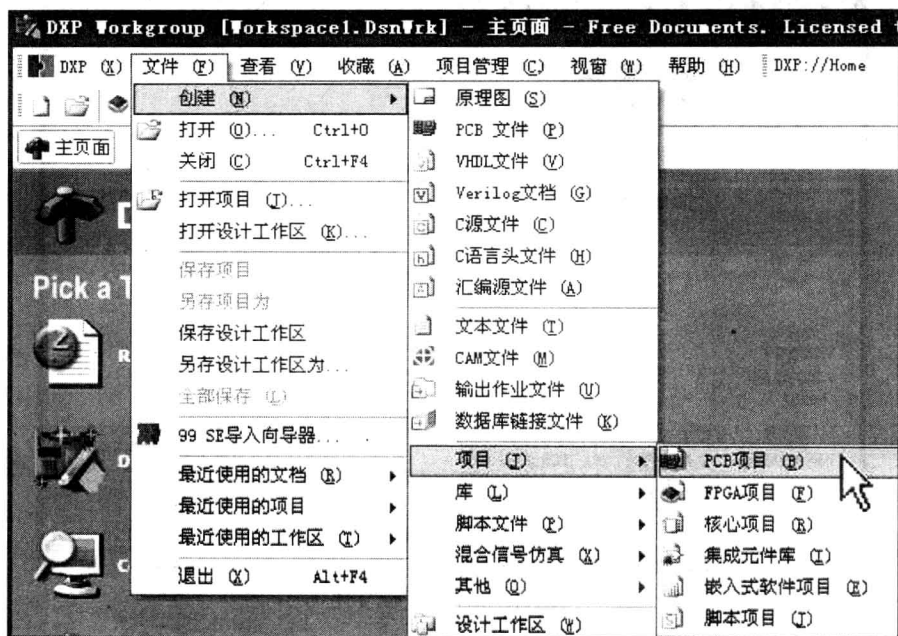

图1-13 新建PCB工程文件
(1) 在 DXP 软件的主页面，依次单击“文件”→“创建”→“项目”→“PCB 项目”，如图 1-13 所示。